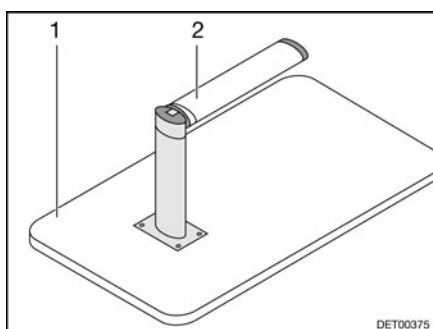

Fig. 49 Base de cama
- Levantar 45° aprox. el tablero de mesa (Fig. 49,1) por delante.
- Tirar hacia abajo de la parte inferior de la pata de apoyo articulada (Fig. 49,2) y abatirla 90°.